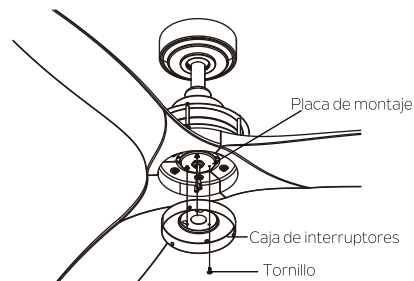

Fig. 24
Paso 4. Coloque los dos orificios ovalados en la caja de interruptores sobre los 2 tornillos instalados anteriormente sobre la placa de montaje. Haga girar la caja de interruptores hasta que se trabe en su lugar en el extremo angosto de los orificios principales. Asegure ajustando los 2 tornillos instalados anteriormente y el tornillo que se aflojó en el paso 2. (Fig. 24)